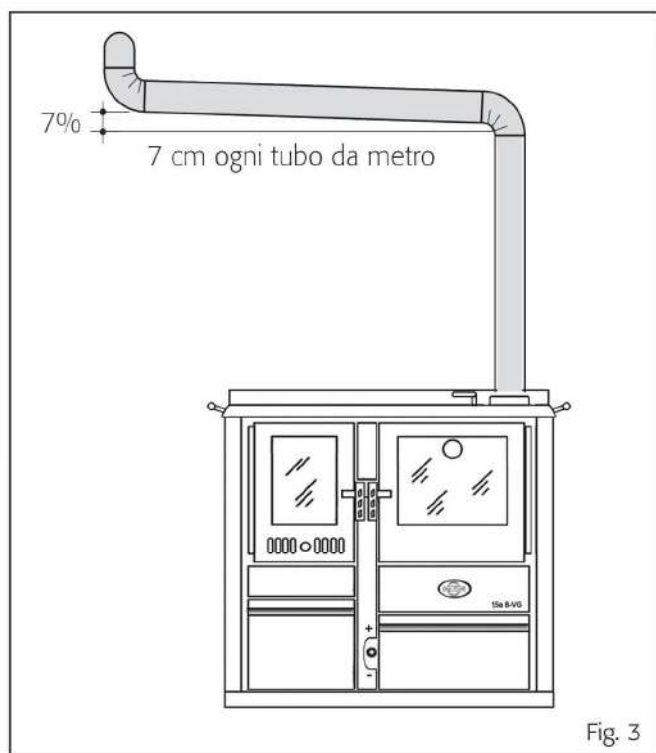

Fig. 3
- I percorsi orizzontali devono garantire una pendenza minima del 7% a salire verso la canna fumaria. Sarebbe preferibile non utilizzare più di 2 curve a 90° (fig. 3).